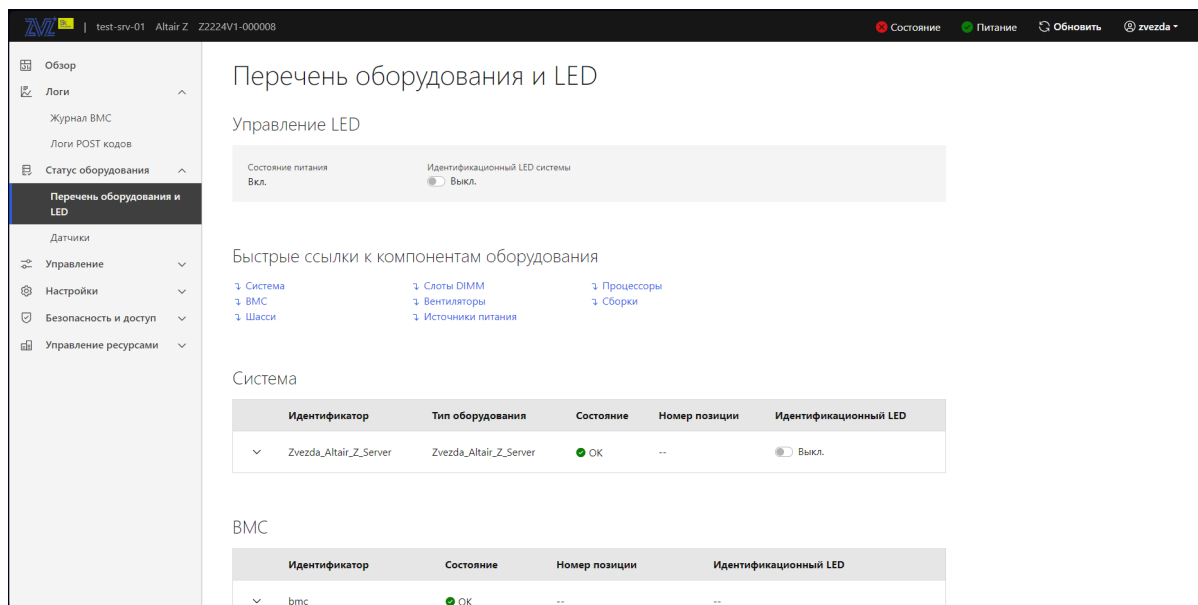

Рис. 75. Окно «Перечень оборудования и LED»
- 4) Пройдите во вкладку «Статус оборудования» → «Перечень оборудования и LED» в данной вкладке отображается перечень и статус оборудования. В поле «Управление LED» отображается состояние питания, переведите переключатель «Идентификационный LED системы» в активное положение для включения светодиода индикации сервера. В поле «Быстрые ссылки к компонентам оборудования» приведен список быстрых ссылок к компонентам сервера и их состоянию. В поле «Система» отображается тип оборудования и его состояние. В поле «BMC» отображается состояние BMC. Окно показано на рис. 75 **Окно «Перечень оборудования и LED»**